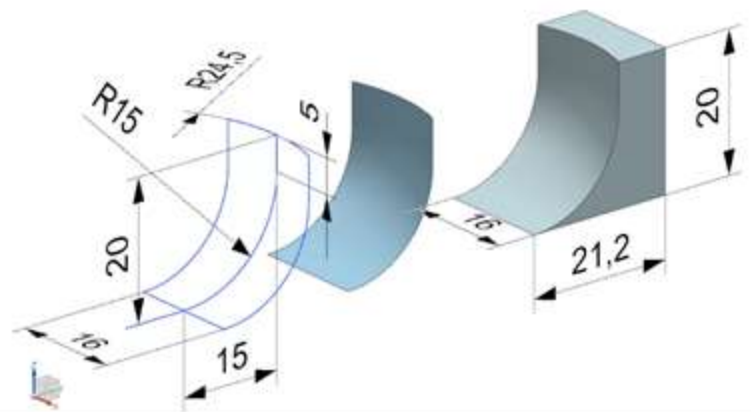

Рис.3
- 21 Как можно получить в NX твердое тело на рис.3?